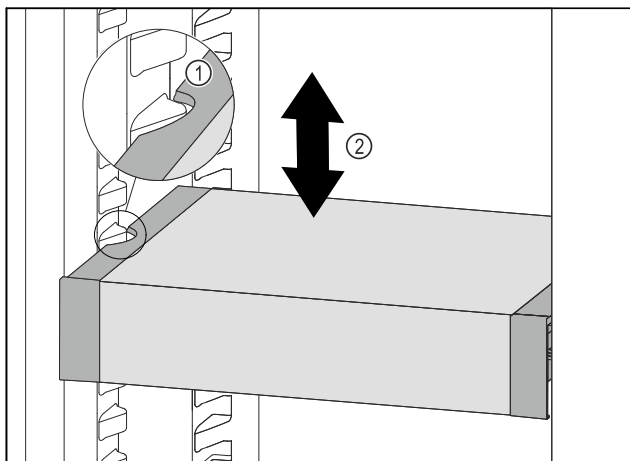

Fig. 180
- VarioSafe vucite prema naprijed sve dok se bočni otvori VarioSafe ladice ne nađu na visini žlijeba spremnika u hladnjaku. Fig. 180 (1)
- Pomičite ladicu VarioSafe u hladnjaku prema gore ili dolje sve dok ne dosegnete željenu visinu. Fig. 180 (2)